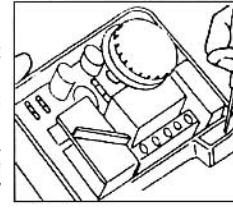

fig. 5
5. Installieren Sie die Kabel in der Klemmenbox und ziehen Sie die obere Schraube der Klemmenbox fest. Bevor Sie die Kabel installieren, müssen Sie entweder mit dem Kabelschema in der Vorderfront oder mit dem folgenden Kabelschema (siehe Bild 5) überprüfen, ob Ihr System von diesem abweicht. Falls dies der Fall sein sollte, fragen Sie bitte Ihren lokalen Händler oder einen professionellen Elektriker nach Rat.